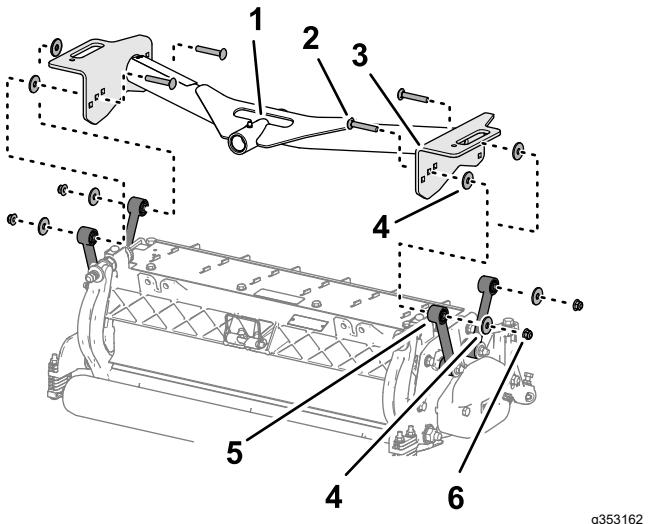

Figura 17
1. Allineate i fori nelle piastre del telaio portante anteriore con i fori nelle piastre di montaggio dell'apparato di taglio (Figura 17).
2. Allineate una rondella tra la piastra portante e il giunto (Figura 17) e assemblate senza serrare le piastre e il distanziale con un bullone a testa tonda (3/8" x 2 1/4"), una rondella e un dado di bloccaggio flangiato (3/8").